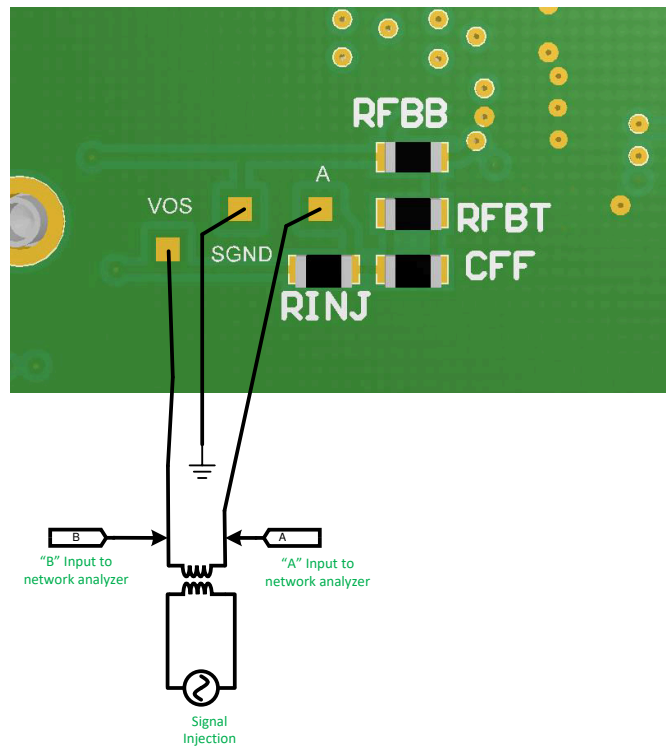

图 1-4. FRA 设置
- **OPEN PADS** - 用于连接频率响应分析器 (位于电路板的底部) 以绘制波特图。有关这些连接的详细信息, 请参阅图 1-4。
可以使用图 1-4 中所示的设置进行环路增益测量 (绘制波特图)。